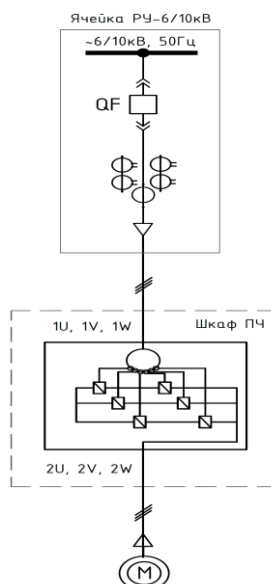

Рис. 3.1 - Электрическая однолинейная схема силовой цепи, где
Однолинейная схема подключения высоковольтных кабелей изображена на рис. 3.1. Преобразователь частоты к высоковольтной секции шин следует подключать через ячейку с высоковольтным выключателем (QF), оснащенную: